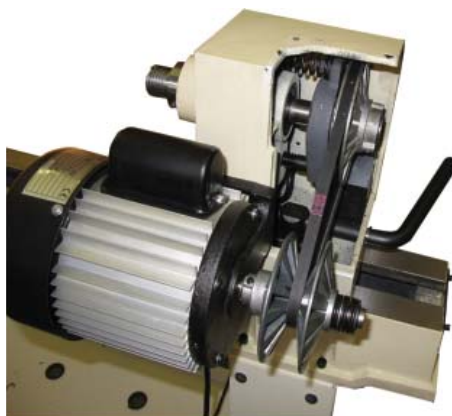

Рис. 21
3. Потягніть ременеві шківни двигуна так, аби клиновий ремінь зісковзнув до осі, що сприяє зниженню натягнення ремня (рис. 21).